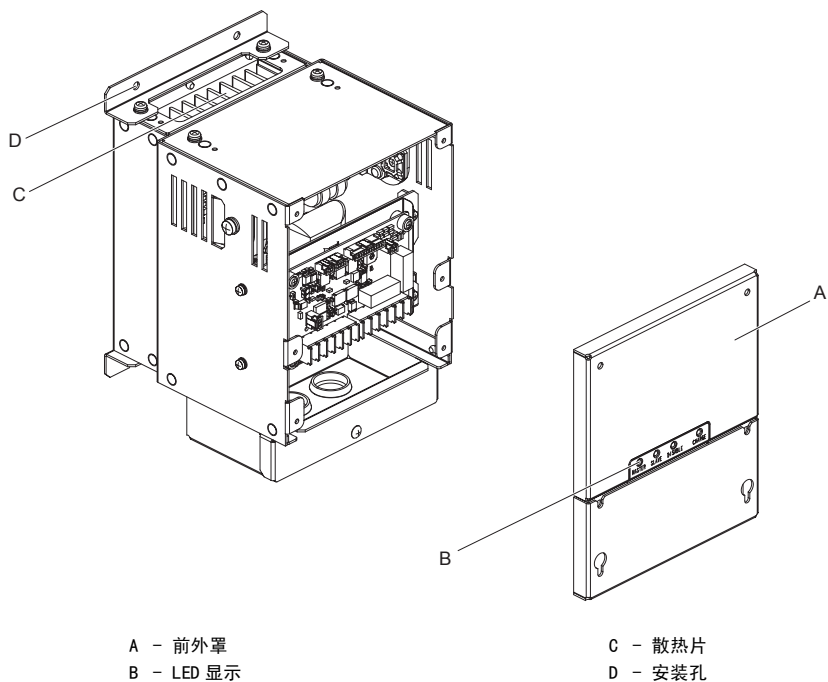

图 3 制动单元的各部分名称 (例: CDBR-2055D)
- 请确认选购单元的型号是否与订购的产品一致。详细内容请参照图 3。